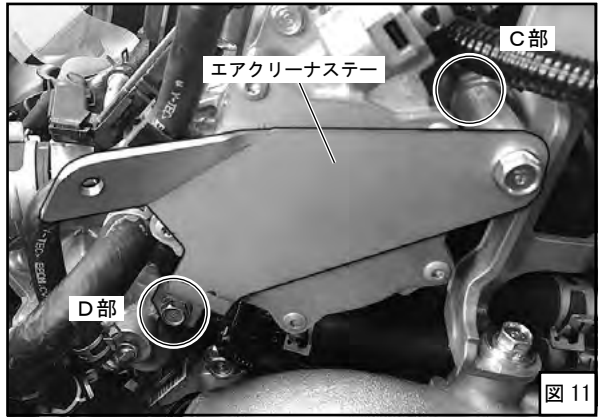
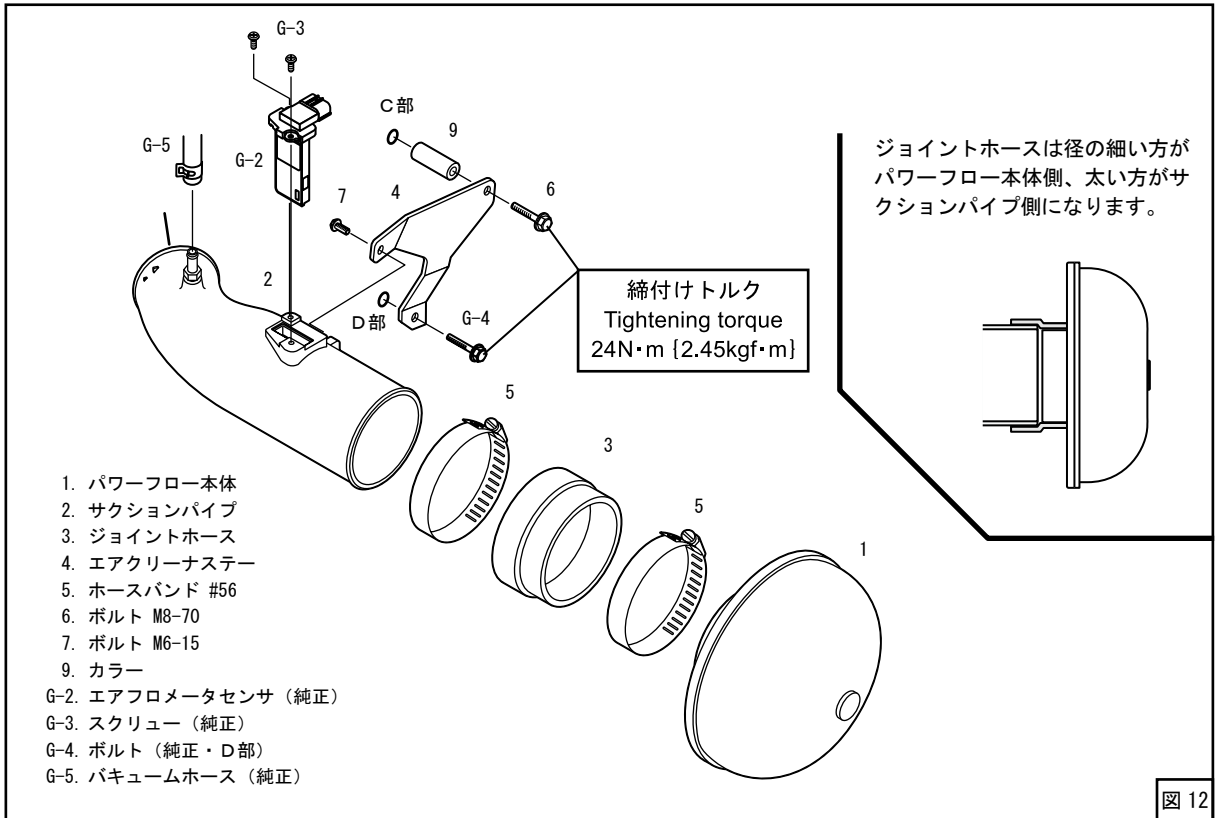

図11
図12
(締め付けトルク 2.0～3.0N・m{0.2～0.3kgf・m})(図12)
- (3) パワーフロー本体にジョイントホースを取付けてください。(図12)
(6) C部、D部のボルトをいったん外し、エアクリーナーステーを仮付けしてください。(図10、図11、図12)
(7) キットパーツを仮付けしてください。
(図10、図11、図12)